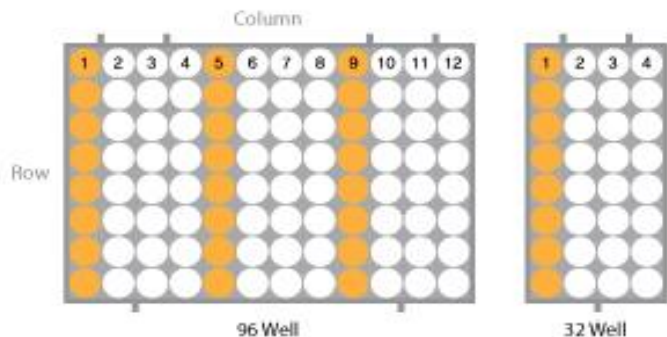

Figura 2: Pocillos de muestras (marcados en naranja) con respecto al tipo de placa
2. Mezcle con Vortex la muestra y transfiera 200µL de cada muestra en los pocillos de muestra (en una placa de 96 pocillos: aplique las muestras en la 1ª, 5ª, y 9ª columnas; en una placa de 32 pocillos: aplique muestras a 1ª columna) de la placa de extracción (figura 2).